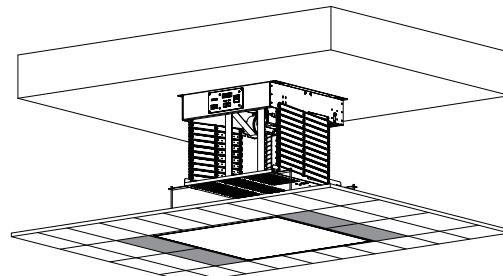

图20
14. 将刚才取下来的天花板裁切至合适尺寸（建议每边与升降架的天花板装饰板边框距离约5mm左右），装回天花板格栅上（图20）。如果升降架的天花板装饰板与周围的天花板高度不一致，可以通过上面的方法把天花板装饰板调节到平整的高度。